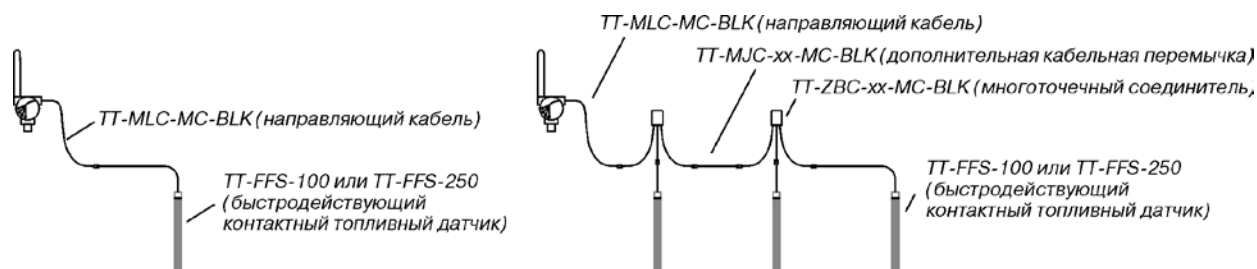

Рис. 17.
- многоточечных соединителей (TT-ZBC-MC-BLK) (рис. 17).